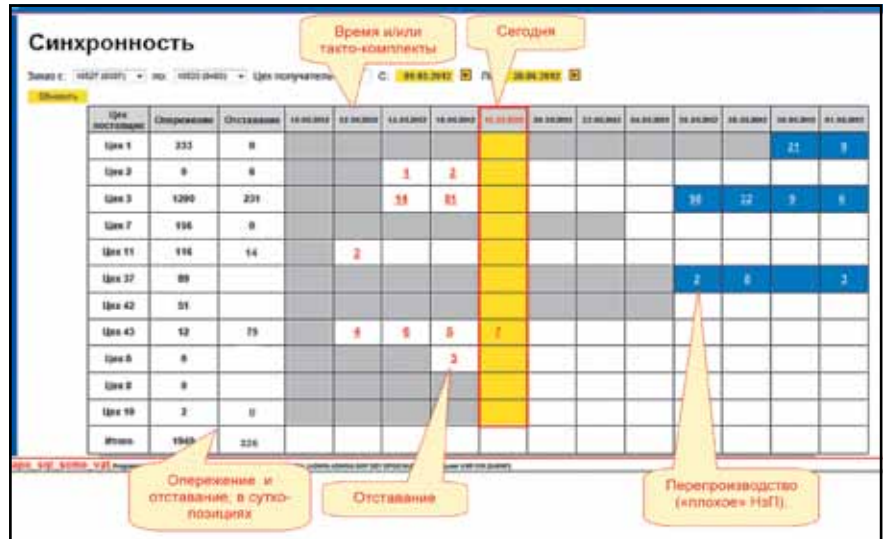

Рис. 7
**7. Учет** запуска-выпуска, учет выполнения операций (при крайней необходимости), дальнейшее перемещение деталей по участкам/цехам выполняется с использованием штрих-кодирования посредством сканирования проходящих через участок канбан или маршрутных карт. Либо/и через ввод информации мастером/исполнителем/контролером БТК через “платежные терминалы”. Это значительно сокращает трудозатраты на учет и обеспечивает высокую оперативность и достоверность информации о выполнении производственного плана в целом – в момент ввода информации автоматически выполняется расчет “покрытия” заказов/такто-комплектов с визуализацией информации на “Запуске” (рис. 6) и “Синхронности” (рис. 7). Также в этом случае любой исполнитель сразу же видит сделанное им за смену и, следовательно, заработанные за день деньги (в случае сделанной или повременно-премиальной системы оплаты труда).